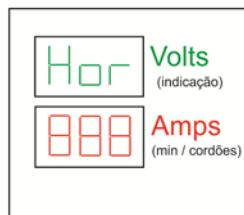

Figura3
- Após a indicação anterior, o instrumento passará a indicar por 2 segundos o tempo total de arco-aberto em minutos. No display superior (verde) aparecerá a indicação **Hor** e no inferior (vermelho) o tempo total em minutos (Figura3).